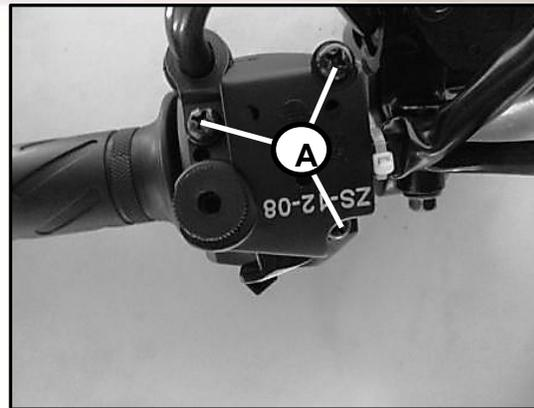

Fig.2.41
- Retire los tornillos [A] del comando derecho. Fig.2.41